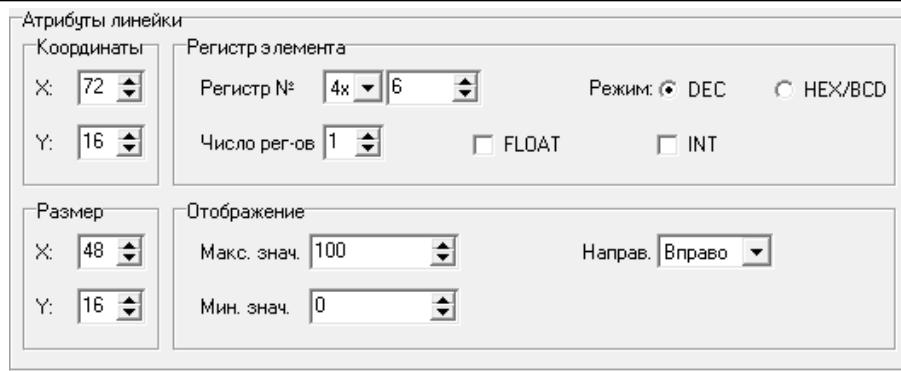

Рисунок 7.8 – Атрибуты элемента «Линейка»
19. Задать атрибуты «линейки» (см. рисунок 7.8).